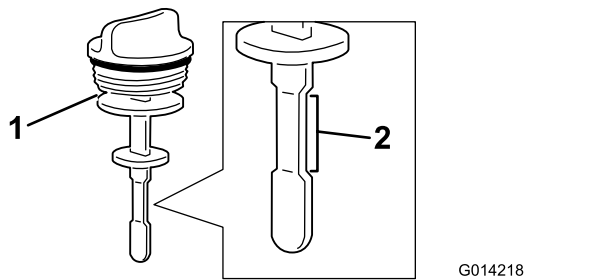

Figure 91
4. Ressortez la jauge et vérifiez le niveau de liquide (Figure 91).